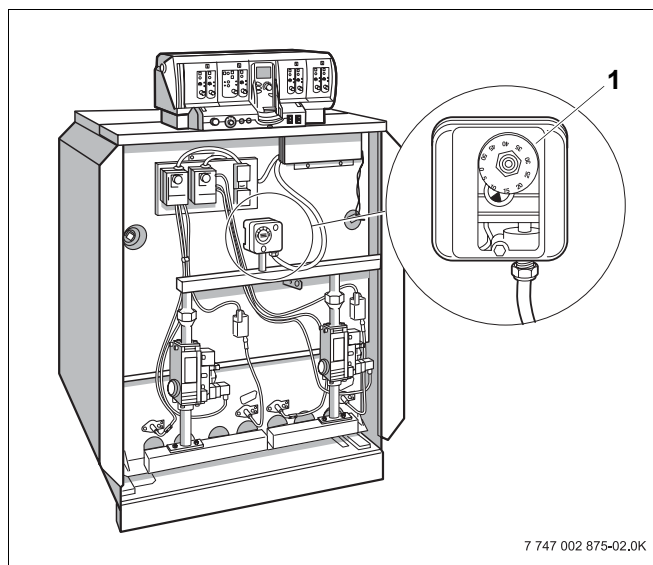

Рис. 26 Реле контроля давления газа
- Установите реле контроля давления газа (рис. 26, поз. 1) (входит в комплект деталей для перехода на другой вид газа) регулировочным диском вперед на уголок звена трубопровода.